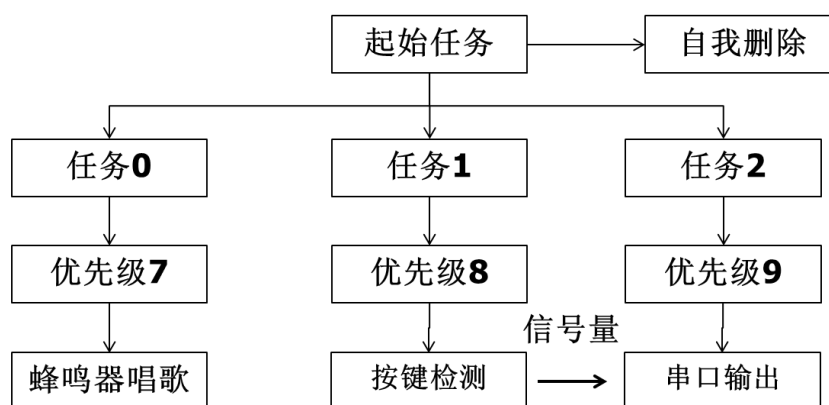

图 3-2 信号量实现任务间通信示意图
3. 修改例程代码, 建立三个任务, 程序结构如图 3-2 所示